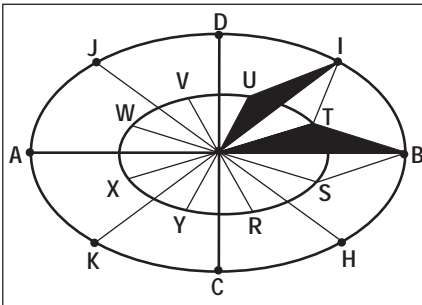

Fig. 5
- Marque R como el punto central entre EC y EH. Marque a S, T, U, V, W, X e Y de la misma manera y trace líneas desde cada una de ellas. Dibuje las líneas CR, RH, HS, SB, BT, TI, IV, UD, DV, VJ, JW, WA, AX, XK, KY e YC para terminar de dibujar la estrella (Fig. 5).